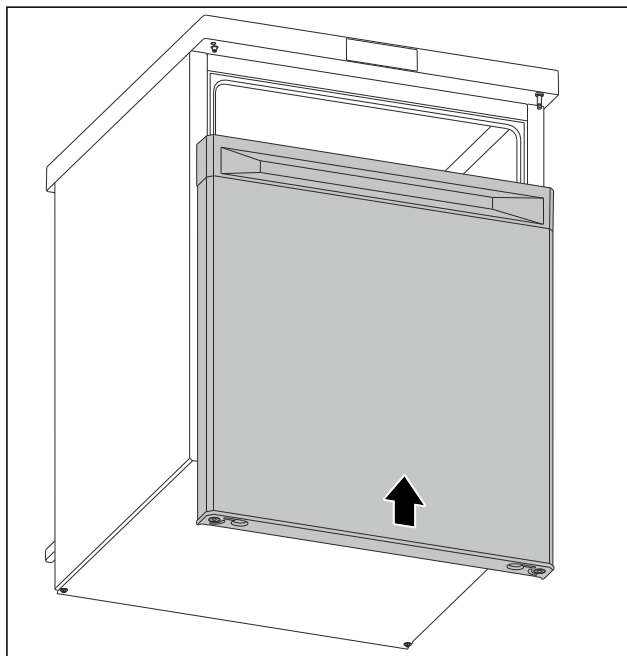

Fig. 13
- ▶ Надвиньте дверь в закрытом состоянии на верхний болт. (см. Fig. 13)